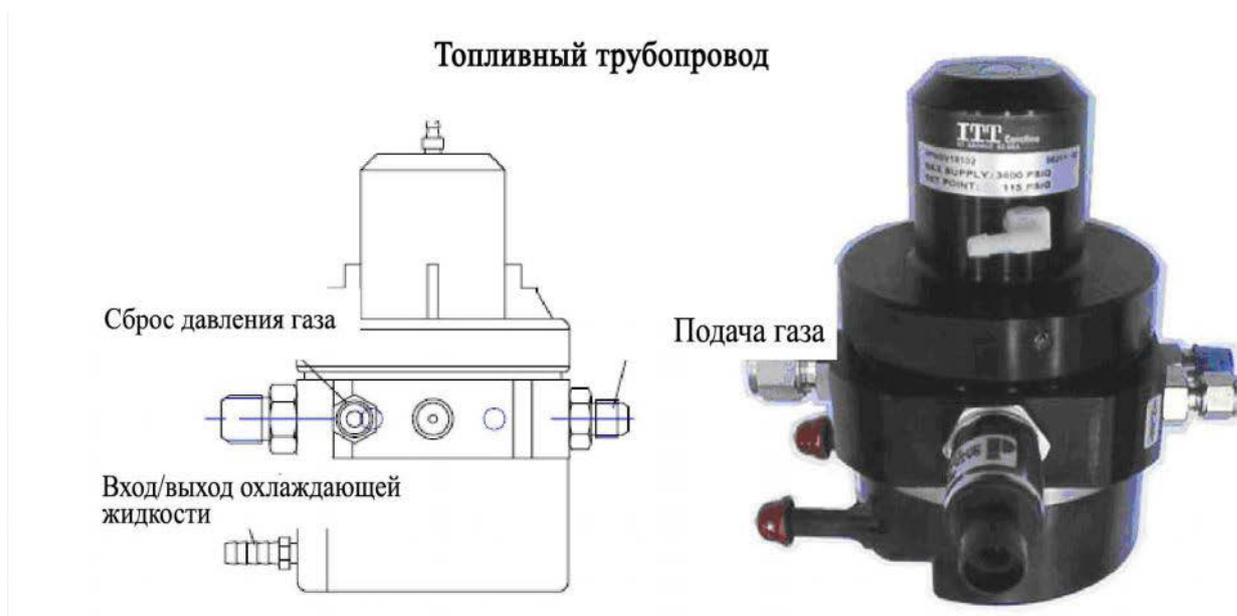

Рис. 2-5 Редуктор давления газа
Диапазон давления газа (NG) в системе: 50 – 200 атм. После прохождения редуктора давления оно стабилизируется на уровне 8 атм. Разница в давлении газа, поступающего на клапан дозированной подачи топлива (FMV) и давлением поступающего воздуха должна быть постоянной. При понижении давления газ поглощает тепло. Для нагрева редуктора давления используется охлаждающая жидкость двигателя (Рис. 2-5).